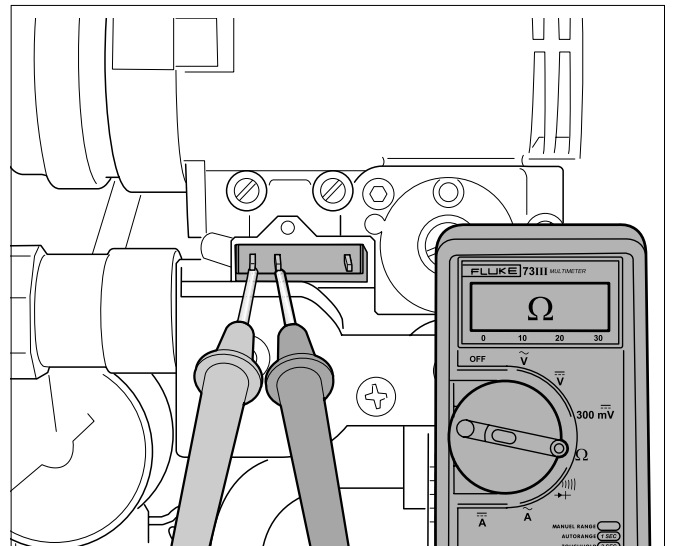
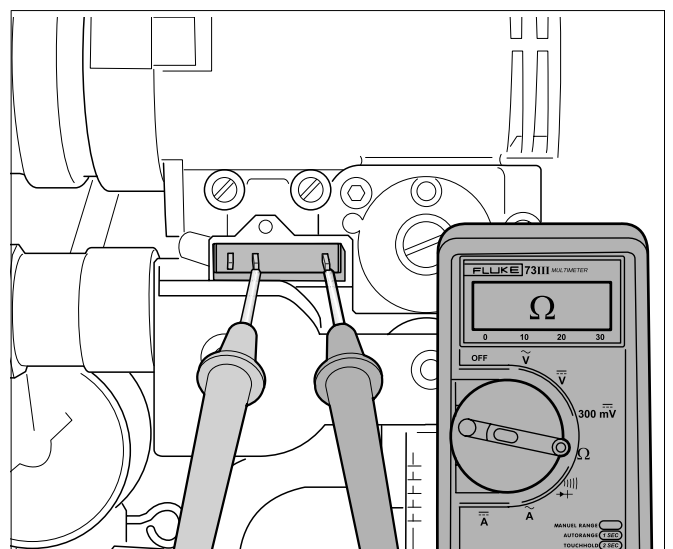

Fig. 46 Măsurarea rezistenței robinetului de gaz (1)
Fig. 47 Măsurarea rezistenței robinetului de gaz (2)
- Cu ajutorul aparatului pentru multi-măsurători, măsurați rezistența ambelor bobine ale robinetului de gaz. Între contactul stâng și cel central (vezi Fig. 46) trebuie să se măsoare cca. 75 Ohm, iar între contactul drept și cel central (vezi Fig. 47) cca. 185 Ohm. Dacă nu se regăsesc aceste valori, se poate ca robinetul de gaz să fie defect. În acest caz, înlocuiți robinetul de gaz.